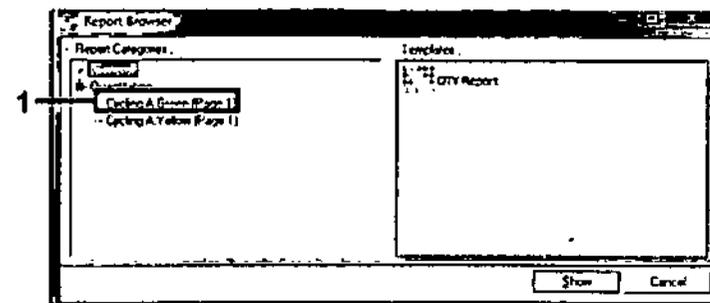

Ilustración 37. Explorador de informes (1 = Botón "Cycling A. Green (Page 1)" [Ciclado A. Verde (página 1)])
- En el explorador de informes, haga clic en "Cycling A. Green (Page 1)" (Ciclado A. Verde [página 1]) en "Report Categories" (Categorías de informes) (ilustración 37).